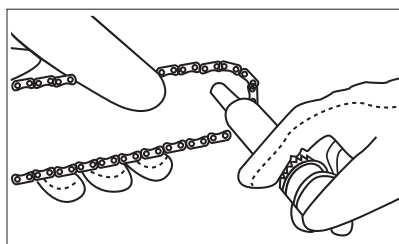

Рис. 18
3. Поместите иглообразную дюзу шприца в отверстие для смазки и вводите смазку до тех пор, пока она не появится на внешней кромке цепного зубчатого колеса шины (рис. 18).